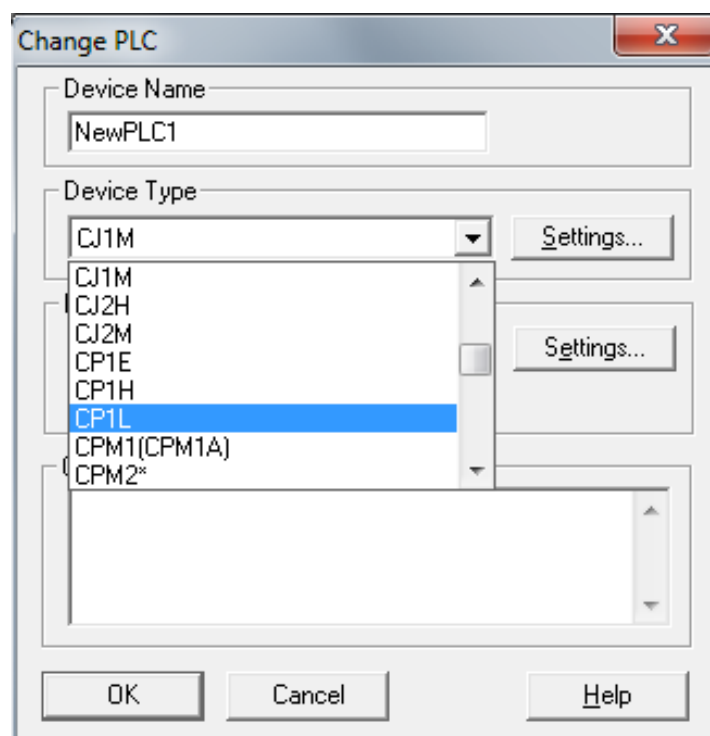

Рисунок 7 – Выбор контроллера
2. В раскрывающемся списке типов устройств выберите модель контроллера [CP1L] (рисунок 7).